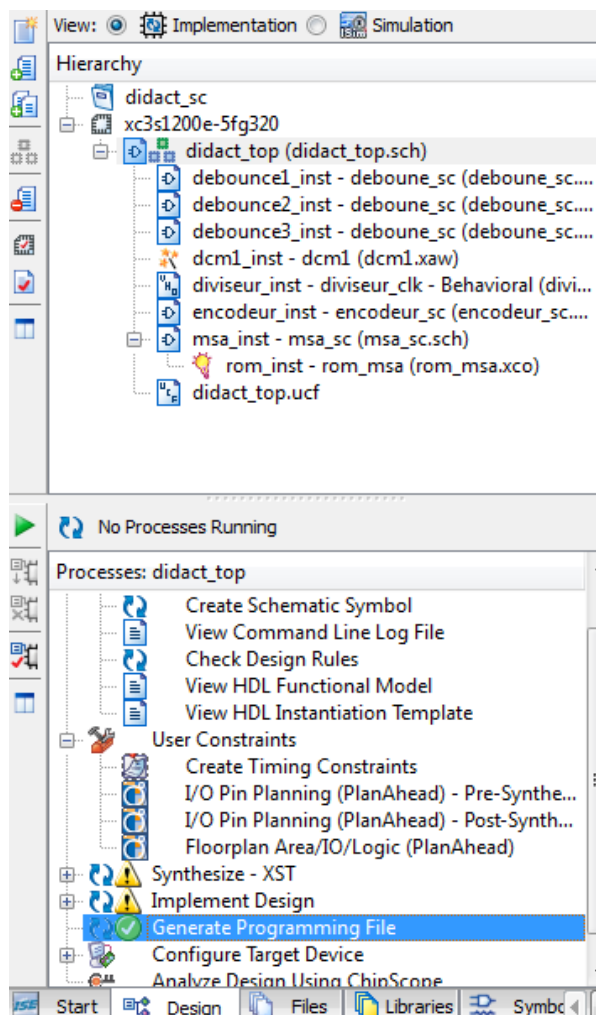

Figure 63. Le fichier de programmation BIT a été généré avec succès.
9. Consultez les messages dans la Console et assurez-vous que la création du fichier s'est bien déroulée. Un crochet devrait s'afficher à côté de **Generate Programming File**, comme montré à la Figure 63.